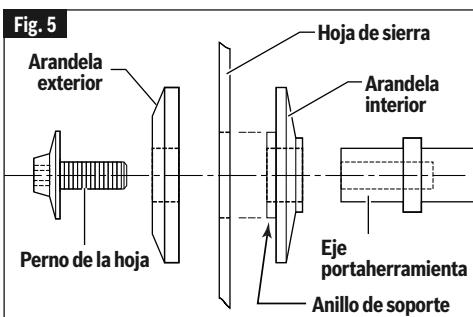

Fig. 5
- Retire el perno de la hoja y la arandela exterior. Agarre cuidadosamente la hoja. Deslice la hoja alejándola de la arandela interior y separándola del eje portaherramienta y luego hacia abajo y alejándola de la sierra. Deje la arandela interior en el eje portaherramienta (vea la Fig. 5).